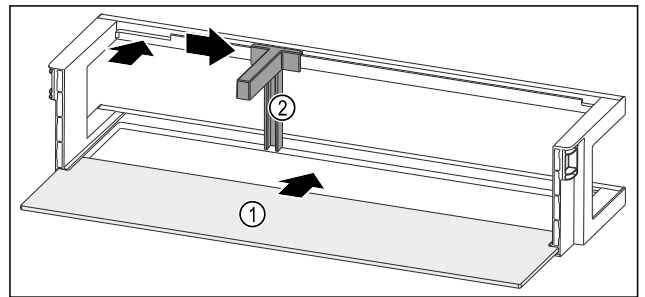

Fig. 53 Riiuliga ukseriulid
- ▶ Lükake riiul Fig. 53 (1) külgmistesse sisselõigetesse.
- ▶ Pange pudelihooidik Fig. 53 (2) väljalõikesse.
- ▶ Lükake pudelihooidikut Fig. 53 (2) soovitud positsioonini küljele.